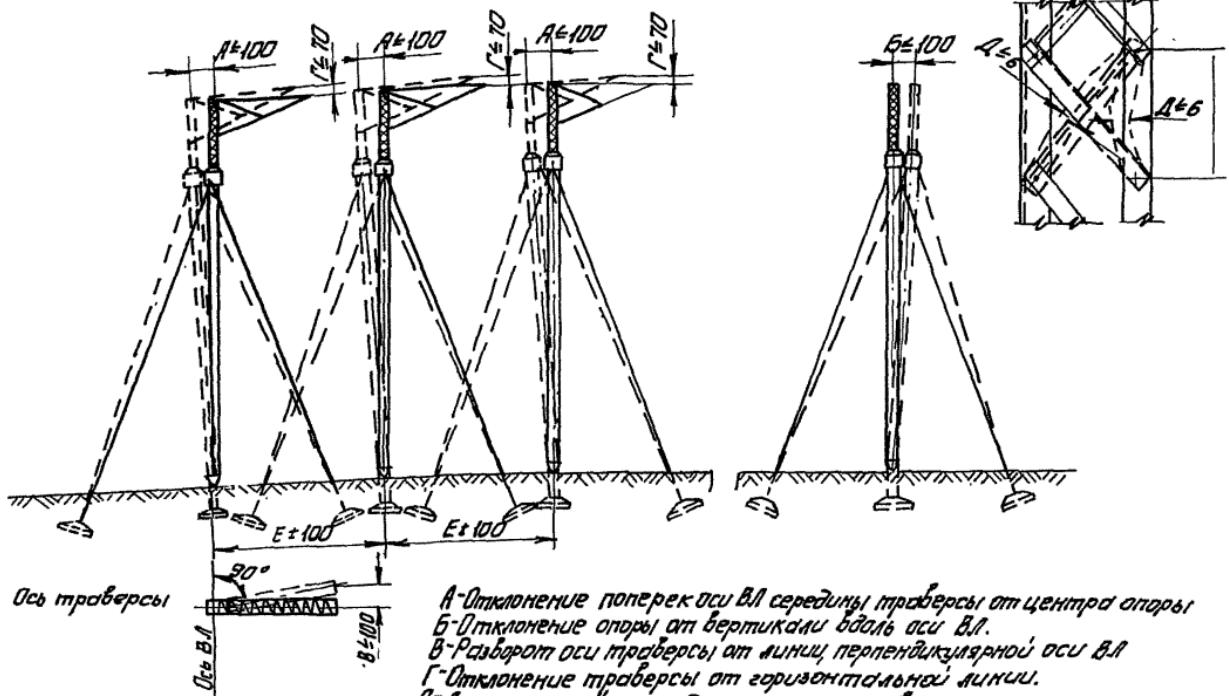

Рис. 0-2. Нормы и допуски на установку и выверку опоры.
6. При монтаже опоры необходимо обеспечить допуски, приведенные на рис. 0-2.